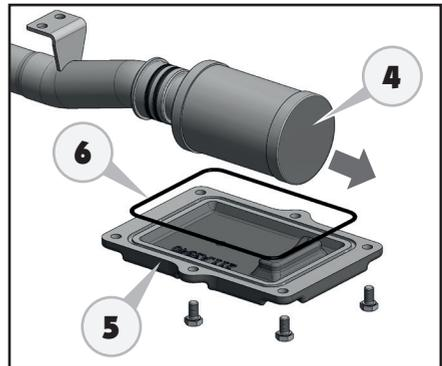

Abb. 6.23.6
6. Den Filter in der angegebenen Richtung herausziehen (Abb. 6.23.6) und ersetzen.